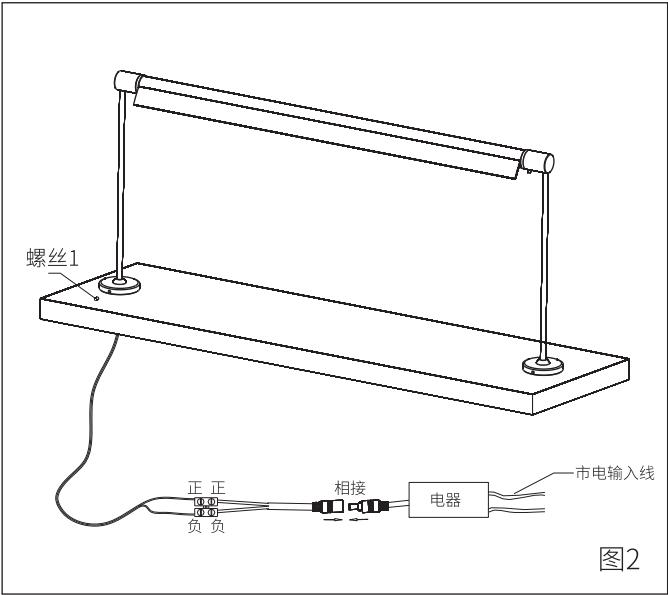

图2
- 3.把两个底座一起套在固定座上（如图2所示），再用内六角扳手将螺丝1锁紧；